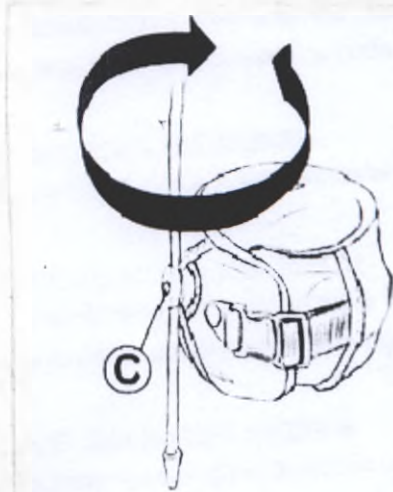

Рис. 5
• Проверить регулировку: убедитесь, что стержни на ногах не касаются больших трохантеров. При необходимости повторите шаг 3. Убедитесь, что приведение бедра позволяет занимать стоячее или сидячее положение. Можно провести небольшую регулировку, слегка повернув манжеты на бедрах поверх стержней. Затяните винты С. (рис.5)